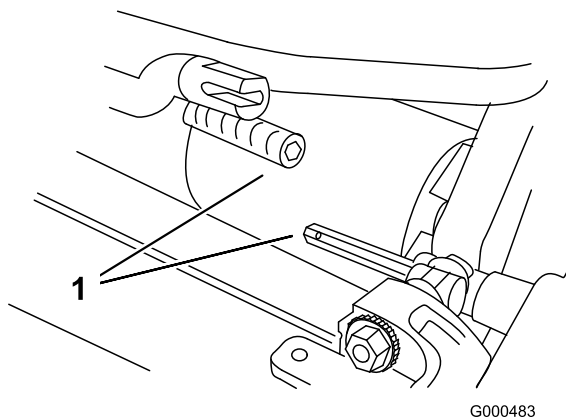

Figura 5
3. Spingete l'apparato di taglio sotto la trattrice e a sinistra per innestare il giunto di trasmissione (Figura 5).